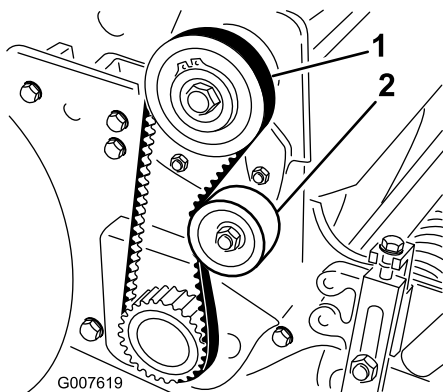

図 36
2. プーリ間の中央部で 図 36、1822N 1.82.3kg 程度の力でベルトを指で押して張りを点検する。ベルトのたわみが 6mm あれば適正とする。
A. アイドラプーリ固定ナットをゆるめ、プーリを右に回してベルトの背に押しつけて、適当な張りを出す 図 36。